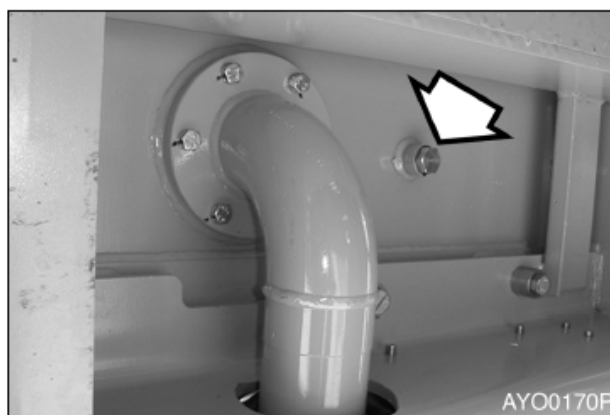

Рис. 17
- B. Слить избыток масла через сливное отверстие (рис. 17) в нижней части бака в соответствующую емкость.